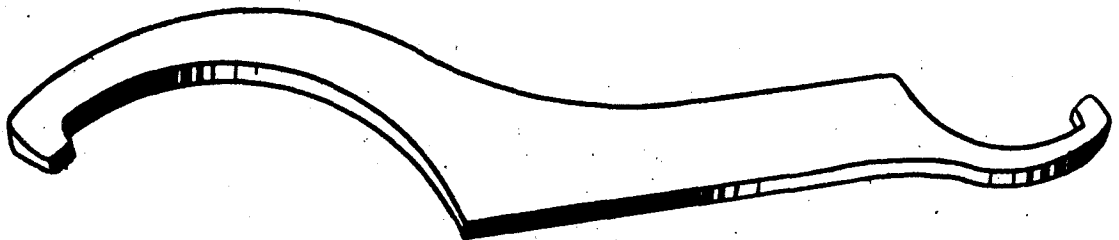
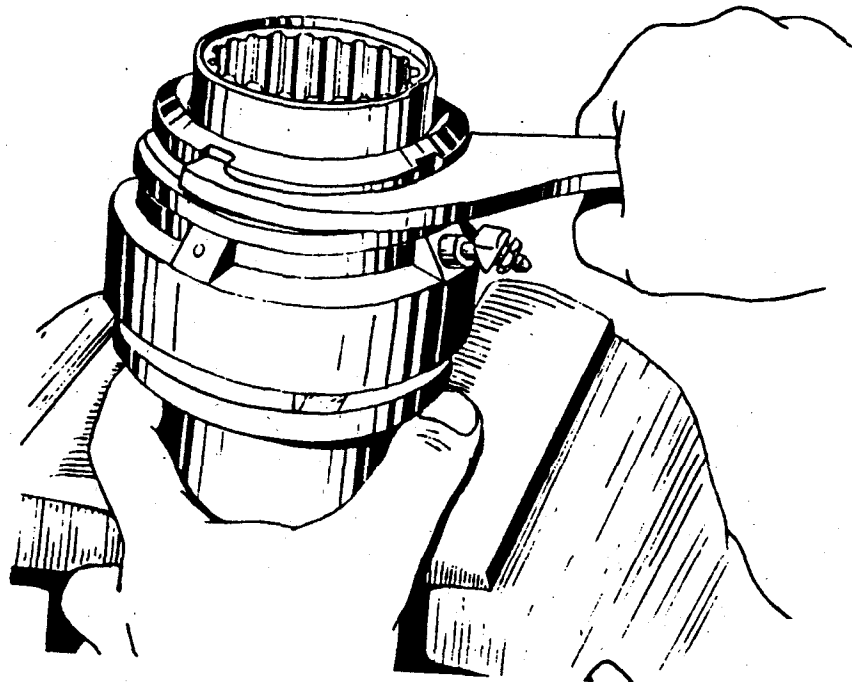

Рис. 35. Специальный ключ для отвертывания гайки крепления подшипника промежуточной опоры
Рис. 36. Отвертывание гайки крепления подшипника промежуточной опоры
7. Специальным ключом (рис. 35) отвернуть гайку (рис. 36).